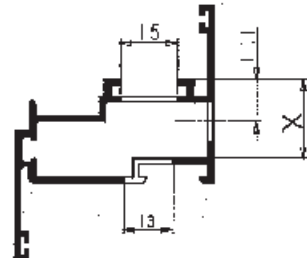

FIG. 2
- 3) Posizionare lo spessore in nylon in dotazione all'interno dell'asola come da fig. 2. Nel caso di movimentazione dell'anta si consiglia l'utilizzo di un collante per evitare lo spostamento dello spessore.
- 3) Insert the nylon spacer in the slot as shown in fig. 2. If the wing moves, you are advised to glue the spacer in place.
- 3) Introduire la cale en nylon, fournie avec le dispositif, à l'intérieur de la fente comme l'indique la fig. 2. En cas de manutention du vantail, il est recommandé d'utiliser un adhésif pour éviter le déplacement de la cale.